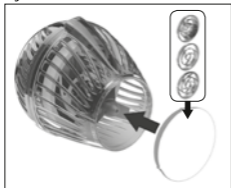

fig 2
- 水槽内にサクシオンカップ+マグネットサポートを設置してください。-Fig. 2-